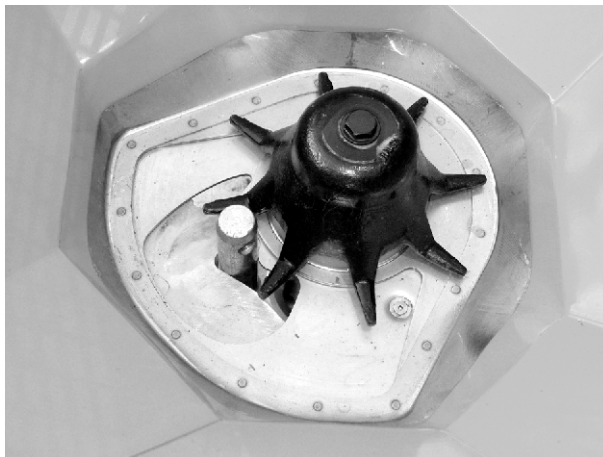

Fig. 58: Axe de bras inférieur d'attelage dans la trappe
- ✓ La vanne de dosage est appuyée contre le boulon. Voir Fig. 58 Axe de bras inférieur d'attelage dans la trappe.